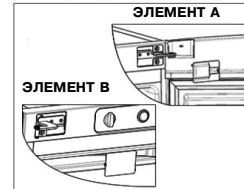

Рис. 6
6. Выкрутите болт крепления правой верхней петли (Рис. 6/элемент А).
Вкрутите болт крепления верхней петли слева (Рис. 6/элемент В).